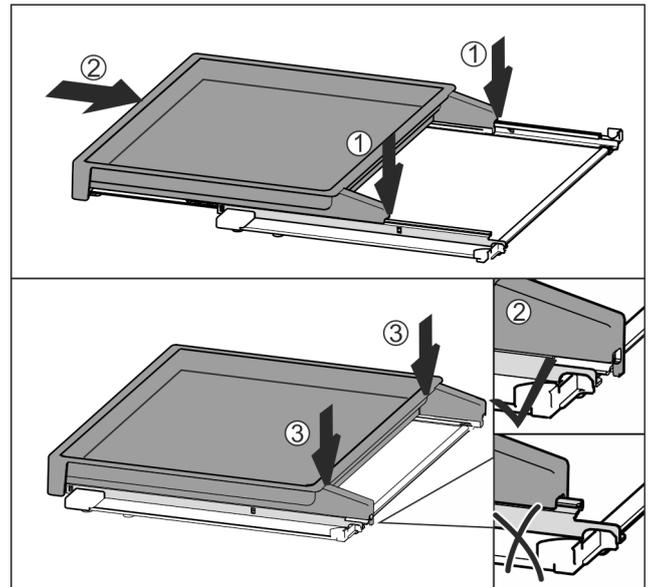

Fig. 44
- ▶ Mittig auf Schienen aufsetzen Fig. 44 (1).
- ▶ Auszugsbord vollständig einschieben Fig. 44 (2).
- ▶ An hinterer Seite drücken bis es hörbar einrastet Fig. 44 (3).